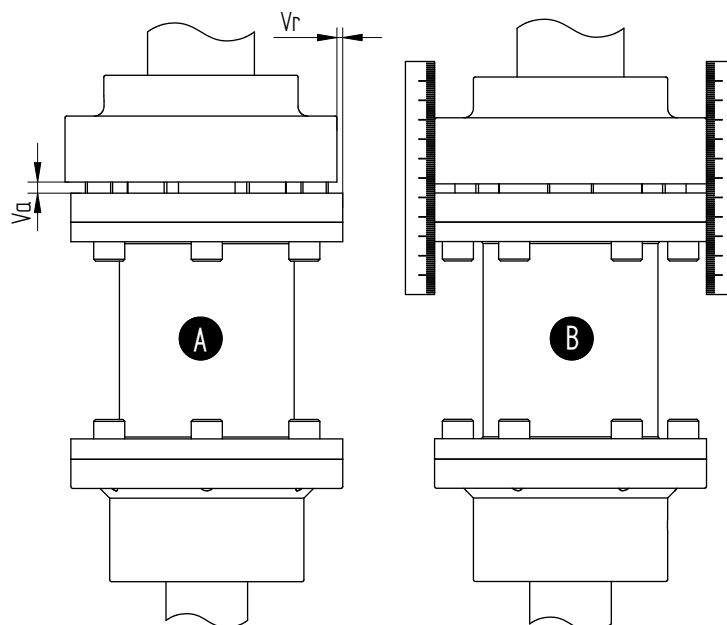

Рисунок 2: Совмещение муфты
- 7 Протолкните верхнюю полумуфту вниз на вал двигателя. Правильное значение расстояния между полумуфтами см. в соответствующей таблице рисунок 2. Затем закрепите полумуфту на валу двигателя.
- 2 Приложите линейку к муфте. Линейка должна прилегать к обеим полумуфтам по всей длине, см. рисунок 2А.
Максимальные допуски при совмещении полумуфт приведены в Таблица 2. См. также рисунок 2В.